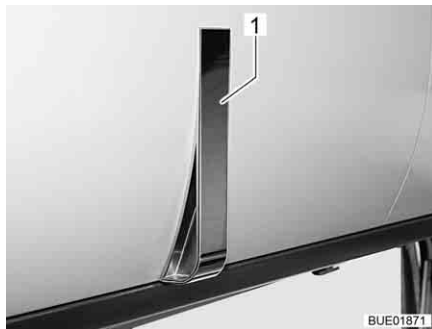

Fig. 38 Abattant de placard avec poignée (exemple)
- Tirer sur la poignée (Fig. 38, 1) jusqu'à ce que l'abattant de placard s'ouvre.